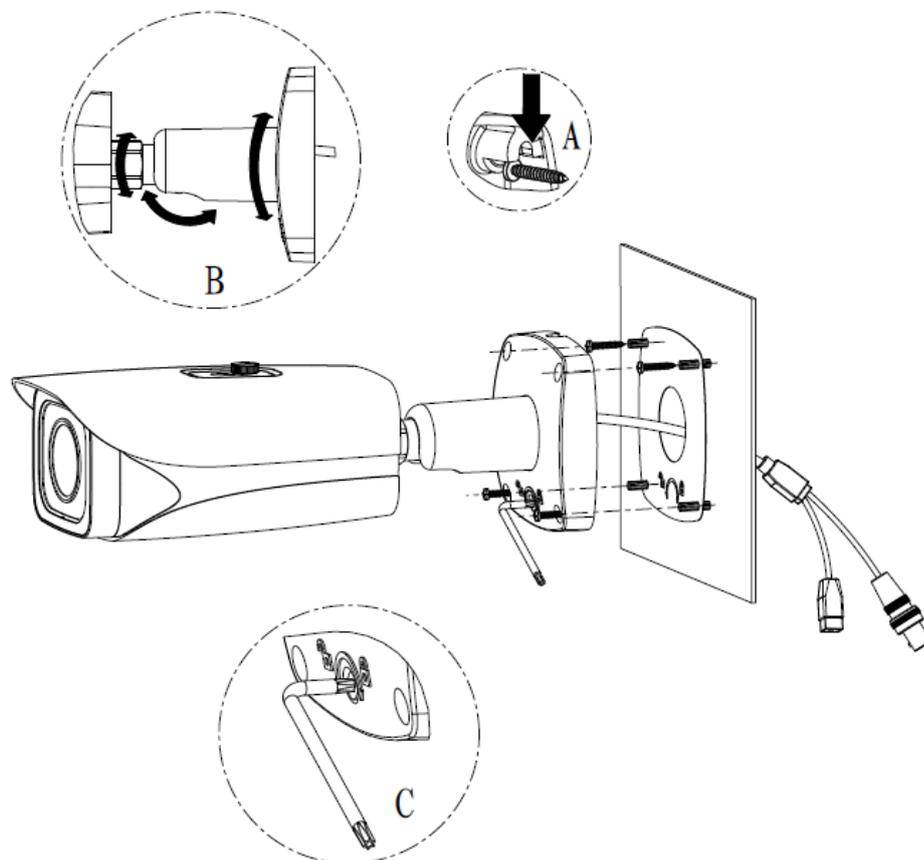

Рисунок 3-2
- При установке на цементную стену необходимо сначала использовать дюбель. Важно следить, чтобы монтажные отверстия для дюбеля совпадали с отверстиями кронштейна. После этого можно произвести установку кронштейна. См. Рисунок 3-2.
Затяните самонарезающие винты так, чтобы они плотно вошли в дюбели, расположенные справа и слева. Закрепите кронштейн с помощью самонарезающих винтов. См. (A) на Рисунок 3-2.
На Рисунок 3-2 показана установка и закрепление двух оставшихся самонарезающих винтов. Теперь камера надежно закреплена на установочной поверхности.
Используйте торцевой ключ из пакета с крепежными принадлежностями, чтобы ослабить установочный винт и отрегулировать положение камеры для получения необходимой зоны наблюдения. Повторно затяните установочный винт, чтобы зафиксировать положение камеры. См. (B) и (C) на Рисунок 3-2.